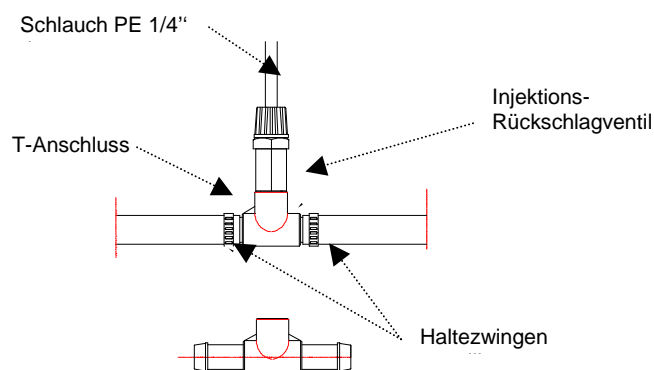

Abbildung 5
- Installieren Sie das Rückschlagventil zwischen dem Elektroventil des Spülgangs und dem Boiler und verwenden Sie hierfür die entsprechende Vorrichtung am Boiler oder das T-Anschlussstück, das extra bestellt werden muss (Abbildung 5).
Schließen Sie das Elektroventil des Nachspülgangs an den Anschluss **RINSE** an den Schaltkreis an (siehe Abbildung 5).
Schließen Sie das Elektroventil des Nachspülgangs an das Anschlussstück **RINSE** des Schaltkreises und das Elektroventil des Hauptgangs an das Anschlussstück **CHARGE** des Schaltkreises an (siehe Abbildung 5).
Schließen Sie das Elektroventil des Nachspülgangs an das Anschlussstück **RINSE** am Schaltkreis und das Elektroventil des Hauptgangs an das Anschlussstück **CHARGE** am Schaltkreis (siehe Abbildung 5) an. Setzen Sie die Überbrückung J4 auf OFF